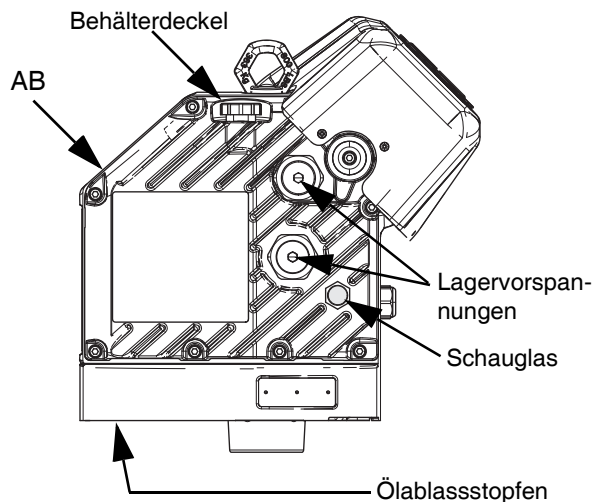

ABB. 32: : Schauglas und Ölfülldeckel
3. Den Ölablassstopfen entfernen. Die Lage des Ablassstopfens finden Sie in ABB. 32. Das Öl vollständig aus dem Antrieb (AB) ablassen.
Siehe ABB. 32 unten. Den Ölstand im Schauglas regelmäßig kontrollieren. Wenn sich der Antrieb (AB) im Stillstand befindet, sollte sich der Pegel etwa auf halber Höhe des Schauglases befinden. Falls der Ölstand zu niedrig ist, den Fülldeckel öffnen und silikonfreies Synthetikgetriebeöl der Marke Graco, Teile-Nr. 16W645 ISO 220 einfüllen.